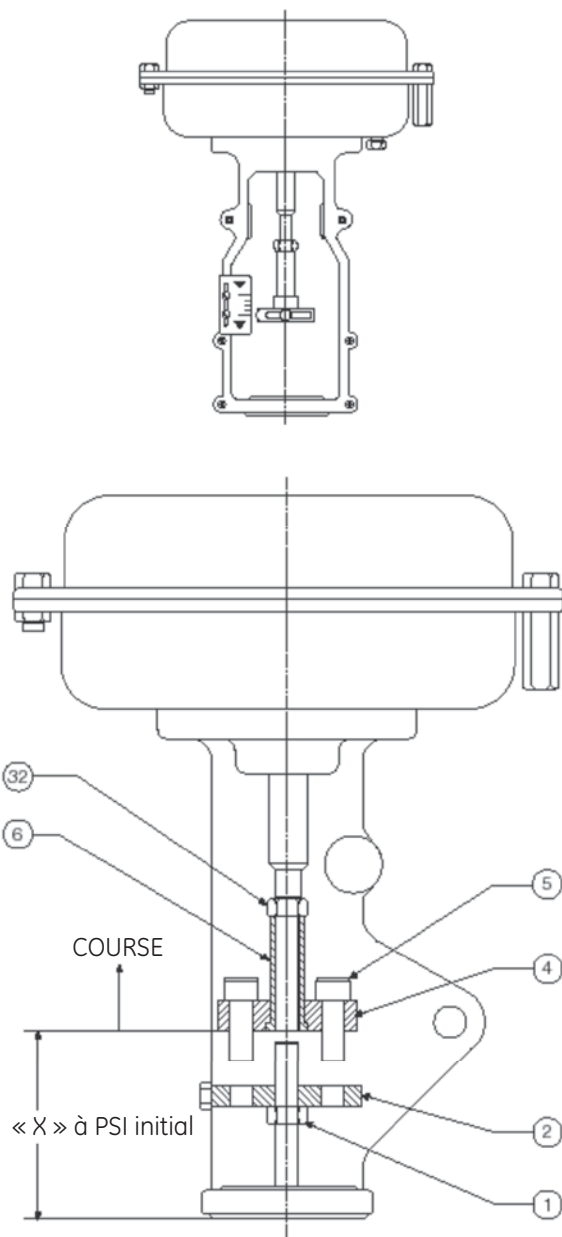

Figure 14 Actionneur de type 88
Appliquer la pression initiale d'air et positionner l'accouplement supérieur de tige (4). Se reporter aux Figures 14 et 16 pour le positionnement de l'accouplement de tige.
Appliquer la pression initiale d'air. Ajuster la tige de clapet à la position de la bride de tige (2) comme illustré en Figure 14.